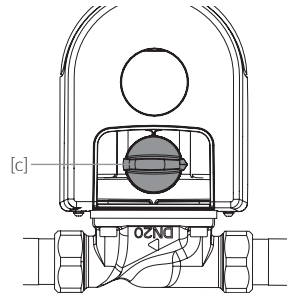

Abb. 8.3
- / Abb. 8.3: Die manuelle Absperung ist geschlossen.